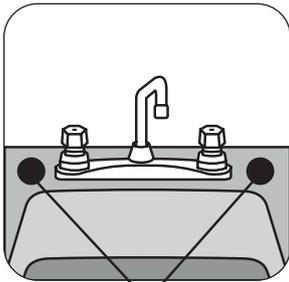

Fig. 4. Puntos recomendados para la instalación.
1. Seleccionar el punto de instalación. (Ver Fig. 4).